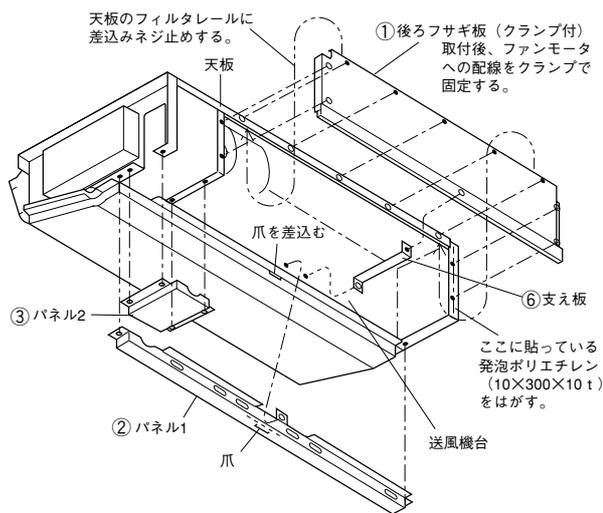

図2
- (2) 下記の要領でユニット本体に後ろフサギ板・パネル1・パネル2・支え板・吸込グリルを取付けてください。(図2、3)
- 1) 吸込口右側に貼っている発泡ポリエチレン(10×300×10t)をはがします。はがすと後ろフサギ板をネジ止めする穴が見えます。(図2)
- 2) 後ろフサギ板を天板の(後ろ吸込み時の)フィルタレールに差込みネジ止め(左・中央・右)します。(図2)
- 4) 支え板を送風機台と後ろフサギ板にそれぞれ1本ネジ止めして固定します。(図2)
- 5) パネル1の爪部分を本体パネルの切欠きに差込み、左・中央・右それぞれ1本ネジ止めして固定します。(図2)
- 6) パネル2を配管接続部の下側にセットし、4本ネジ止めします。(図2)